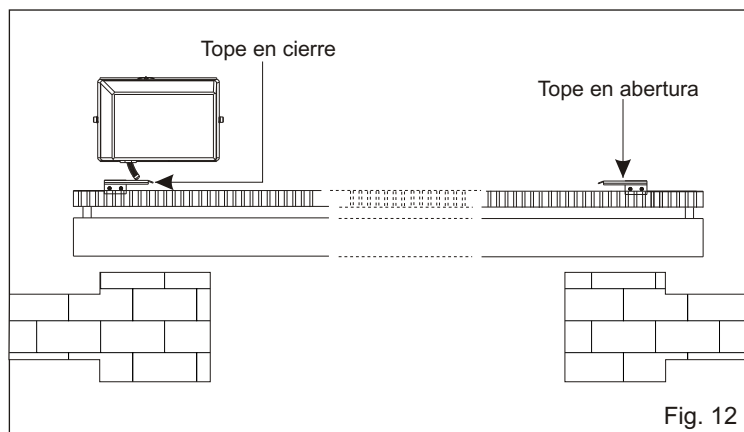

Fig. 12
6.1. Para instalar y regular los tope en apertura, seguir las instrucciones debajo indicadas (Fig. 12):
6.2. Para instalar y regular los tope en cierre, seguir las instrucciones debajo indicadas (Fig. 12):